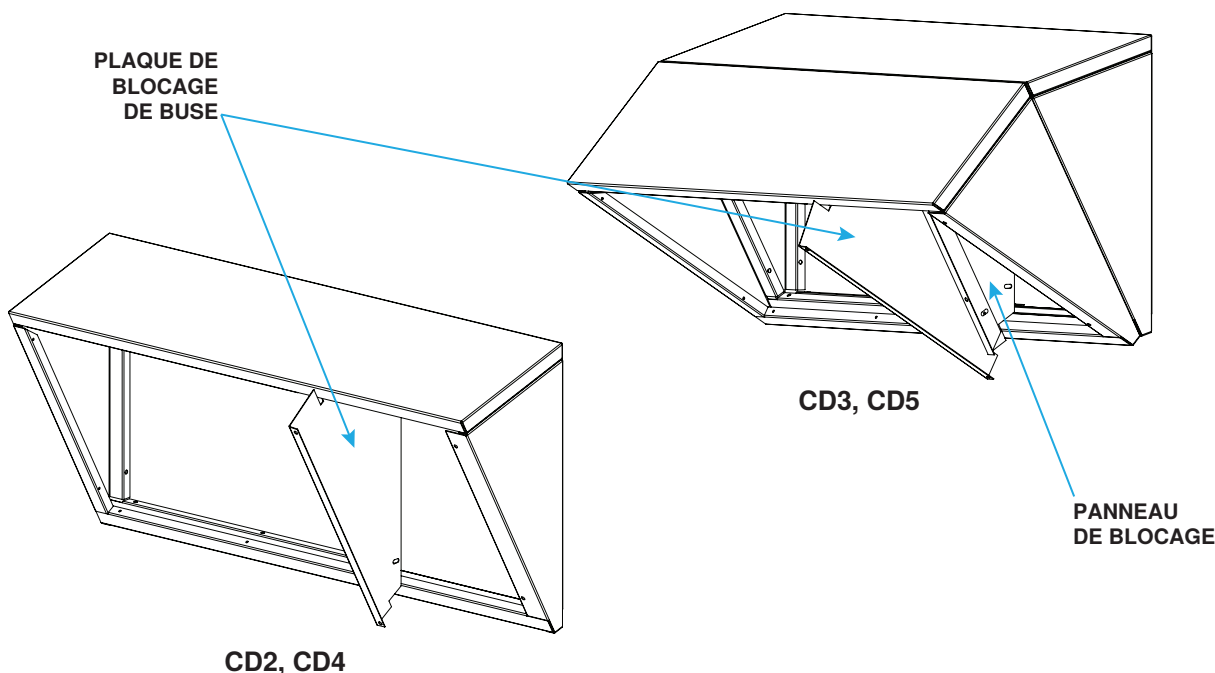

Figure 2. Ensembles de buses de descente pour appareils de chauffage au gaz
1. Assemblez les panneaux supérieur et latéral de l'ensemble de buse descendante (voir **Figure 2**) :
6. Si vous installez l'option CD3 ou CD5, placez la deuxième section de buse assemblée dans la sortie de la buse déjà assemblée. Fixez la deuxième section de buse à la première section de buse à l'aide des vis du kit pour créer une buse descendante avec deux sections (voir Figure 2).
- c. Faites glisser le bas de la buse (voir Figure 2) en place de manière à ce qu'il repose sur de petites languettes de chaque côté. Alignez les trous et fixez le bas de la buse sur la plaque frontale à l'aide des vis du kit.
- b. Placez la plaque de blocage de la buse (voir Figure 2) de manière à ce que les trous soient alignés et fixez-la à la plaque frontale à l'aide des vis du kit.
- c. Si vous installez l'option CD3 ou CD5, attachez le panneau de blocage (voir Figure 2) à la plaque de blocage de la buse.